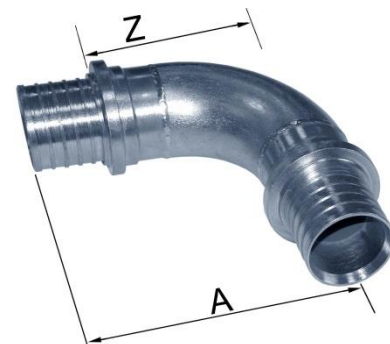

Рис.11. Угольник
3.2.5. Угольник 90° (см. рис. 11) применяется при поворотах тепловой сети в случаях ограниченного радиуса изгиба (минимальные радиусы изгиба для трубопроводов ТВЭЛ-ПЭКС представлены в таблице 1), при поворотах в непроходном канале при невозможности демонтажа стенок каналов. Является пресс-соединением, необходима комплектация монтажными гильзами из нержавеющей материала (нерж. ст., латунь).